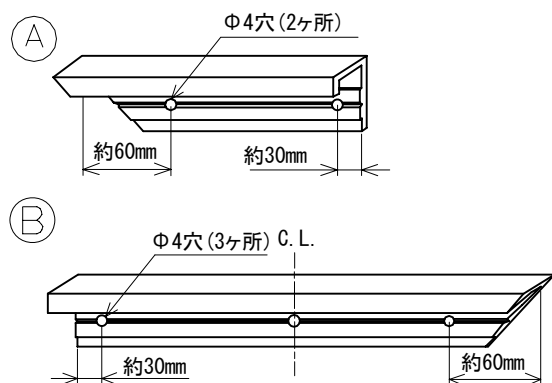

図12-5
②見切り部材の所定の位置にΦ4の穴を加工してください。(図12-5)